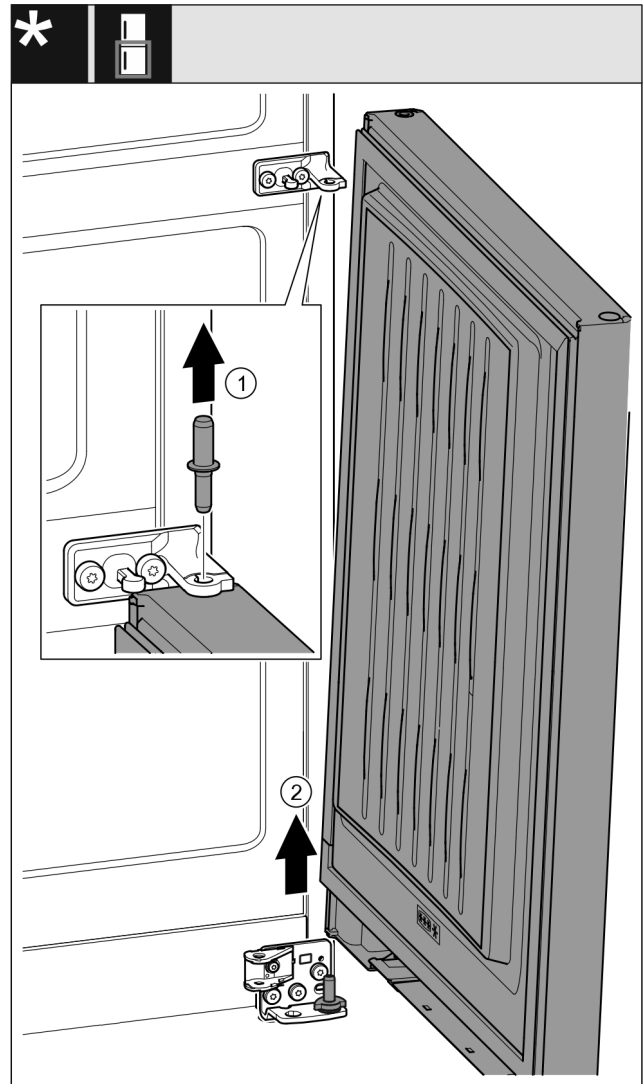

Fig. 32 Avec amortisseur de fermeture*
- Retirer l'axe Fig. 32 (1) par le haut.*
- Faire pivoter la porte Fig. 32 (2) vers l'extérieur, la retirer par le haut et la mettre de côté.*